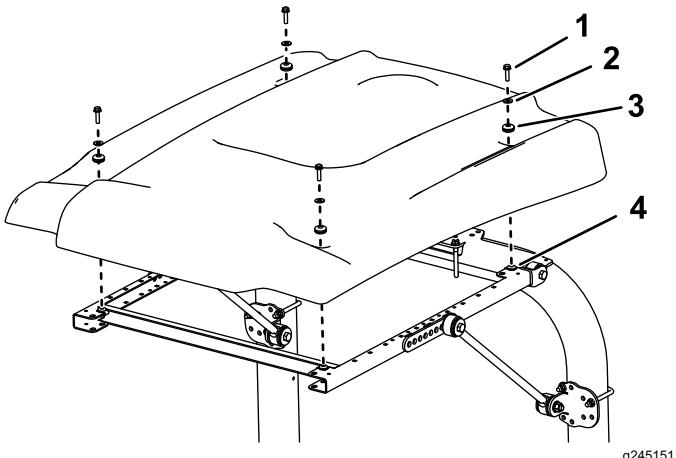

図 35
15. 図35に示すようにサンシェードをフレームに載せて、取り付け穴を整列させる。
16. サンシェードの各コーナー部をフレームに仮止めするフランジヘッドボルト $5/16 \times 1\frac{1}{4}$ "1本、小さいワッシャ1枚、ハトメ1個を使用する図35。